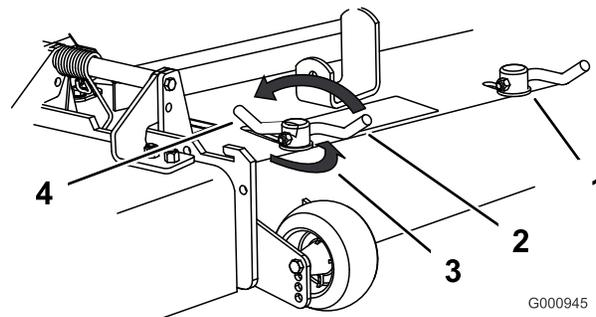

Figura 22
3. Para ajustar los bloqueos de leva, levante la palanca para aflojar el bloqueo de leva (Figura 22).
5. Devuelva la palanca a su posición original para apretar el deflector y los bloqueos de leva (Figura 22).